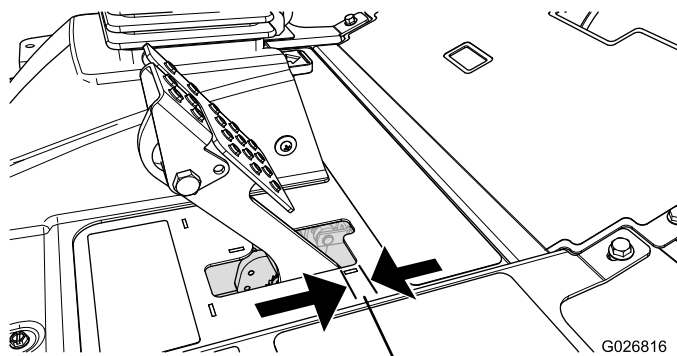

Bild 71
Stellen Sie die Bremsen ein, wenn das Bremspedal mehr als 2,5 cm Spiel hat, oder wenn die Bremsen nicht mehr gut genug greifen (Bild 71). Als Spiel gilt der Abstand, den das Bremspedal zurücklegt, bevor ein Bremswiderstand spürbar ist.
2. Ziehen Sie die hintere Mutter an, um den Zug nach hinten zu bewegen, bis das Bremspedal ein Spiel zwischen 6,3 mm bis 12,7 mm aufweist, bevor die Radsperre auftritt (Bild 71).